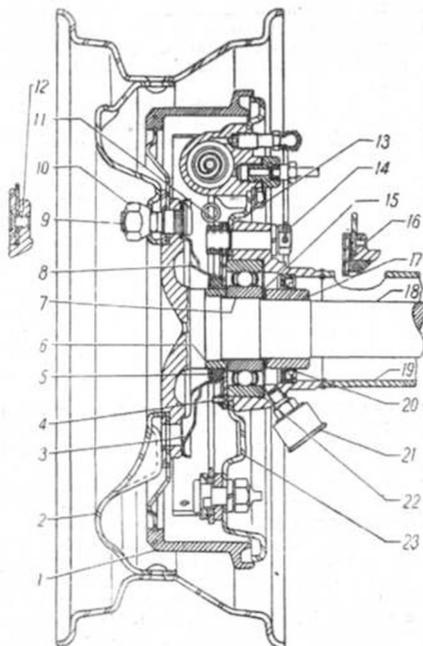

Рис. 27. Крепление заднего колеса и полуоси:
Полуоси 18 (см. рис. 27) заднего моста — полуразгруженного типа. Подшипники 7 полуосей — шариковые, воспринимают как радиальные, так и осевые нагрузки. Тормозной барабан и заднее колесо крепятся непосредственно к фланцу полуоси без отдельной ступицы. Подшипник 7 закрепляется на полуоси при помощи запорного кольца 17, напрессованного на шейку полуоси. Наружное кольцо подшипника посажено в гнездо фланца кожуха полуоси и закреплено в нем с помощью пластины и корпуса сальника четырьмя болтами 14. Между наружным кольцом подшипника и торцом фланца помещена пружинная прокладка 22, выбирающая зазоры.
1. Отвернуть по четыре болта 14 (см. рис. 27) крепления подшипников полуоси и вытащить обе полуоси с подшипниками, войлочными сальниками и тормозными барабанами в сборе. Тормозной барабан, если требуется, можно снять заранее.
6. Для смены войлочного сальника подшипника полуоси необходимо отвернуть два винта 4 (см. рис. 27) крепления корпуса сальника к пластине, отодвинуть корпус и с помощью отвертки вынуть сальник в образовавшуюся щель.
5. Собрать полуось, надеть войлочный сальник в сборе, напрессовать подшипник, надеть пружинную шайбу 15 (см. рис. 27). Выпуклой стороной шайба должна быть обращена к запорному кольцу. Напрессовать запорное кольцо 17. Поставить в гнездо подшипника пружинную прокладку 22 выпуклой стороной к подшипнику.